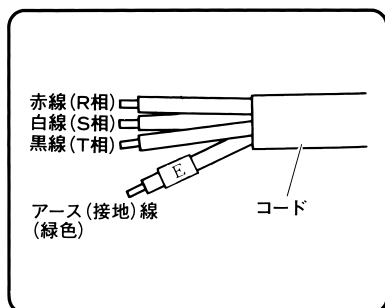

図 6
- (1) コードの「E」と表示してある緑色の線を電源のアース（接地）に接続してください。(図 6)
- (2) コードの赤線が R 相，白線が S 相，黒線が T 相となるように電源に接続してください。
(3) アース（接地）線（緑色）は，念のために断線，接続不良がないことを確認してからご使用ください。なおテスターや絶縁抵抗計などをお持ちでしたら，アース（接地）線（緑色）と本機金属枠との間の導通を確認してください。
スイッチを入れたとき、トイシがホイルガードにある矢印の方向に回転するのが正常です。三相品は逆回転する場合があります。そのときはスイッチを切り、元電源を切って、コード（図 6 参照）の赤線（R 相）と黒線（T 相）をつなぎ替えてください。